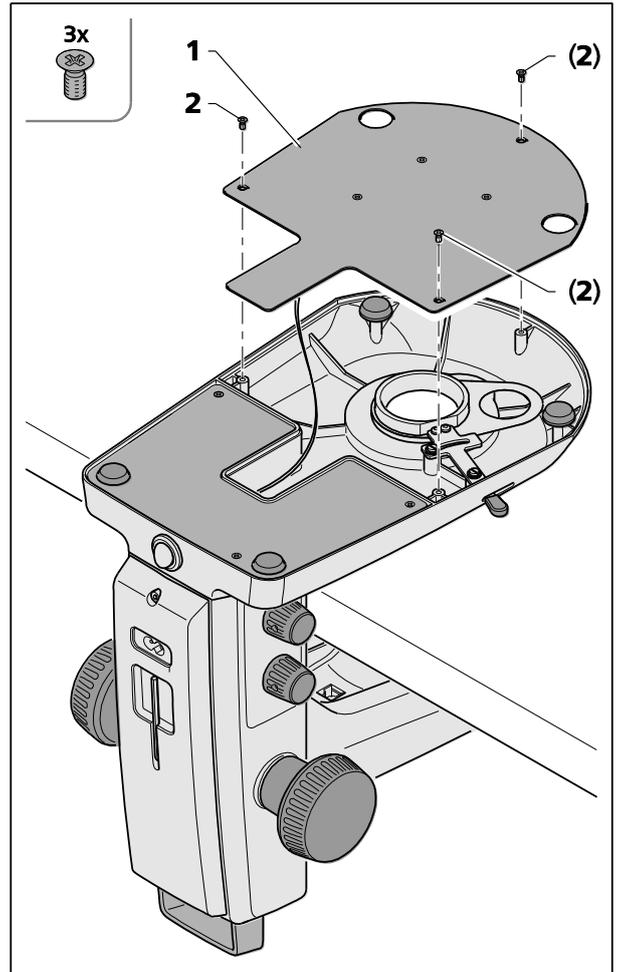

Fig. 28 Ouverture du capot du boîtier du statif, statif K EDU
Le capot du boîtier du statif (Fig. 28/1) peut être retiré pour procéder au nettoyage ou pour éliminer tout corps étranger susceptible d'être tombé par inadvertance.
- Pour ce faire, desserrer les trois vis à tête fraisée (Fig. 28/2), soulever le capot du boîtier du statif (Fig. 28/1) avec précaution, puis le mettre de côté.
- S'assurer que le câble n'est pas déconnecté du capot du statif (Fig. 28/1).